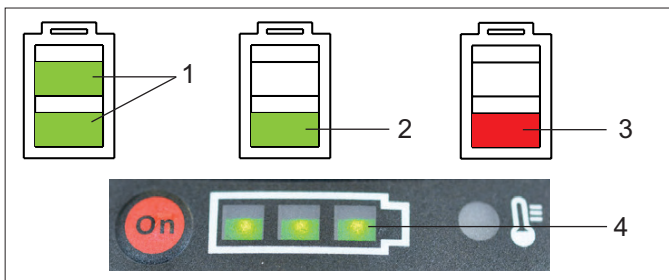

Fig. 10
- Ladezustand des Akkus an der LED-Anzeige (Fig. 10) auf dem Geräte-Bedienpanel überprüfen:
- Read off battery charge on LED indicator (Fig. 10) on tool operating panel:
- Lire l'état de charge de l'affichage DEL (Fig. 10) sur le panneau de commande (l'appareil):